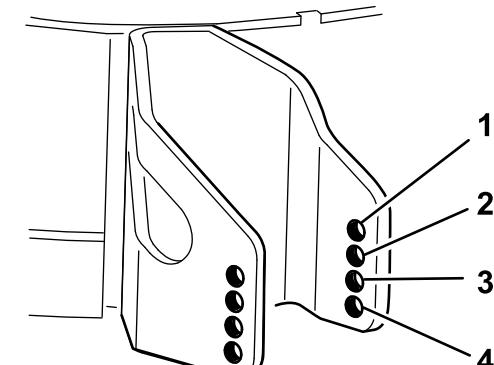

Bild 9
- Wählen Sie ein Loch, bei dem die Antiskalpierrolle der gewünschten Schnitthöhe so nahe wie möglich ist (Bild 9).